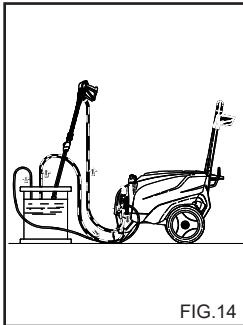

FIG.14
ОПЕРАЦИИ ПРИ ИСПОЛЬЗОВАНИИ АНТИФРИЗА (fig. 14)
2) Отвинтите пробку с шупом контроля уровня (fig.14).